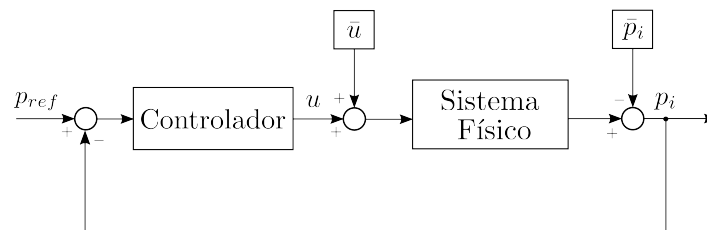

Figura 2: Diagrama de blocos indicando como a simulação deve ser montada para combinar controlador linear e planta não linear.
1. Montar uma simulação com base no modelo matemático **não linear** e no diagrama da Figura 2. Considerar a referência fornecida ao grupo;